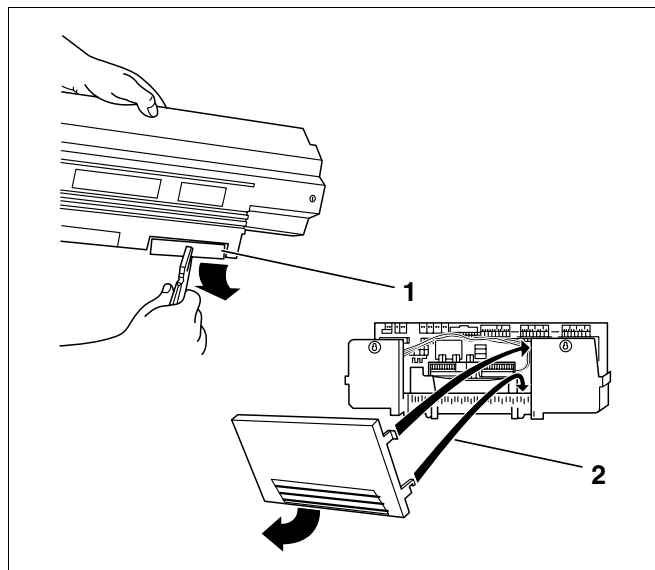

Рис. 61 Подготовка кабельного прохода
- При необходимости, выломать заглушки (рис. 61, **поз. 1**) в задней стенке кабельного прохода (Logamatic 33xx) или снять часть задней стенки (Logamatic 43xx) (рис. 61, **поз. 2**).
- Вставить нижние крюки задней стенки (Logamatic 43xx) в гнездо рамки и нажать на нее сверху до фиксации боковых крюков (рис. 61, **поз. 2**).